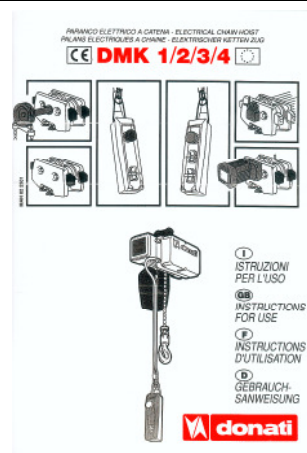

fig.8
- La documentazione tecnico/legale in dotazione alla gru a bandiera comprende (fig. 8) :